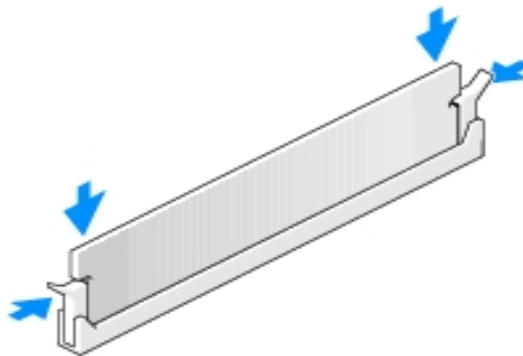

Рисунок 11 – Установка модуля оперативной памяти в слот
– вставить модуль оперативной памяти в слот до щелчка, не прилагая слишком больших усилий. Если модуль вставлен правильно, то фиксаторы попадают в вырезы по бокам модуля (рисунок 11);